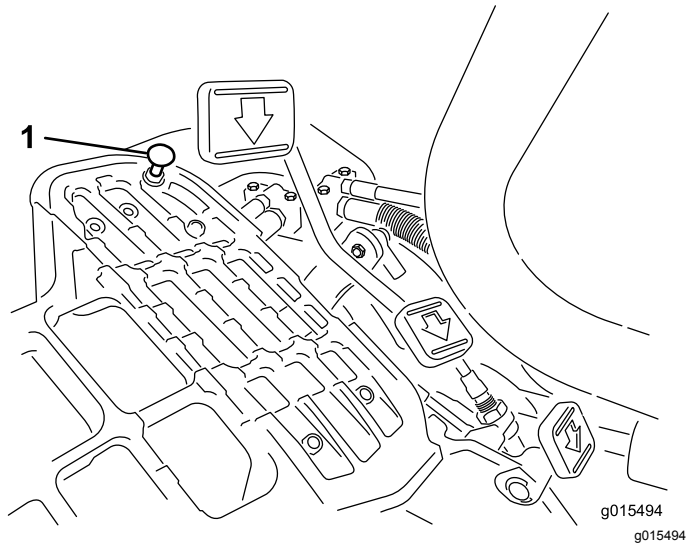

Figura 41
Para obter a velocidade máxima de transporte, engate a alavanca de controlo de função na posição TRANSPORTE e carregue para baixo no pedal de tração. Se o pedal entrara em contacto com o batente (Figura 41) antes de sentir tensão no cabo, é necessário efetuar o seguinte procedimento de ajuste:
1. Ponha a alavanca de controlo de funcionamento na posição TRANSPORTE e liberte a porca de bloqueio que fixa o batente do pedal à placa inferior (Figura 41).